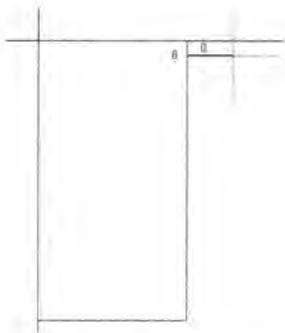

图 5-11 放置引脚
- [2] 单击原理图符号绘制工具栏中的放置引脚按钮，则光标变为“十”字形状，并黏附一个引脚符号，移动该引脚到矩形边框处，单击鼠标左键完成放置，如图 5-11 所示。